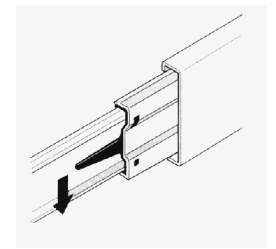
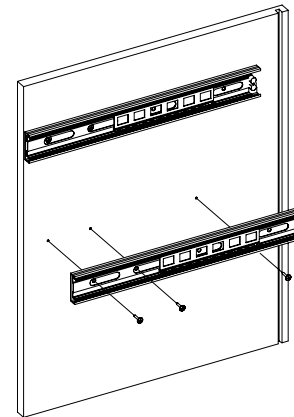

Рис.3
Рис.4
- Расцепить направляющие путем нажатия на расцепляющий рычаг (Рис. 3). Закрепить направляющие на деталях 3, 4, 5 шурупами 3,5x16, причем крепить в отверстия, расположенные на расстоянии 35 мм от края направляющей (Рис. 4). При необходимости отодвигать скользящую часть направляющей для доступа к нужному отверстию.